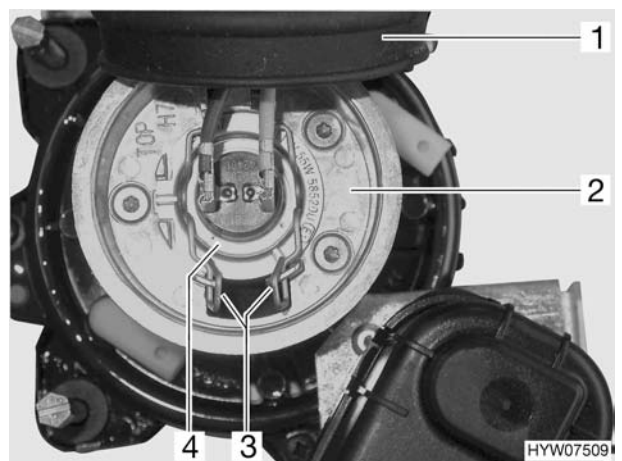

Bild 167 Abblendlicht
- Gummikappe (Bild 167,1) vom Lampengehäuse (Bild 167,2) ziehen.
- Die Metallbügel (Bild 167,3) zusammendrücken und aus der Halterung schwenken.
- Glühlampe (Bild 167,4) mit Kabel dem Lampengehäuse entnehmen.